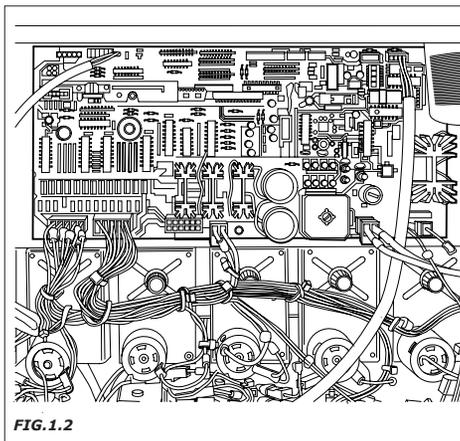

FIG.1.2
- versão do programa contido na microprocessore (etiqueta adesiva sobre componente montado sobre a ficha Master) (Fig. 1.2).